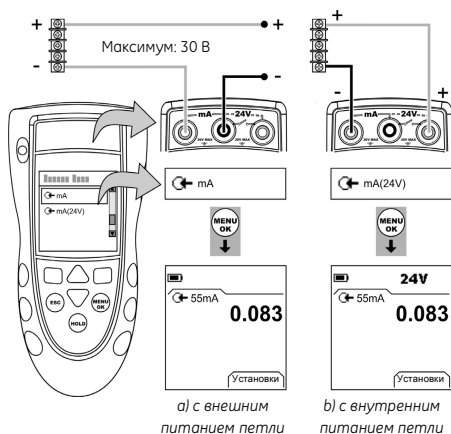

Рисунок 5: Пример конфигурации – Измерение МА
1. Подключите прибор (Рисунок 5) и, при необходимости, отрегулируйте *Настройка* (Таблица 1).